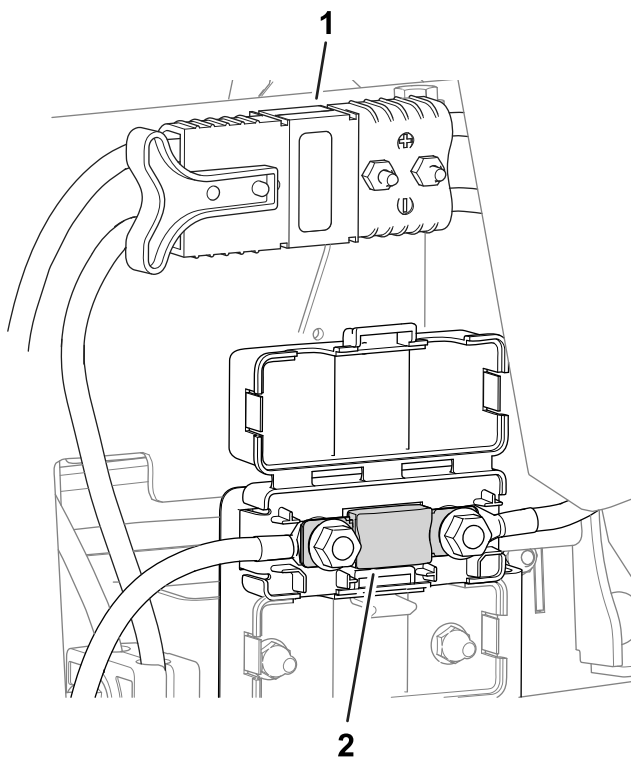

Figura 47
- El fusible del sistema eléctrico está situado debajo de los conectores eléctricos principales (Figura 47).